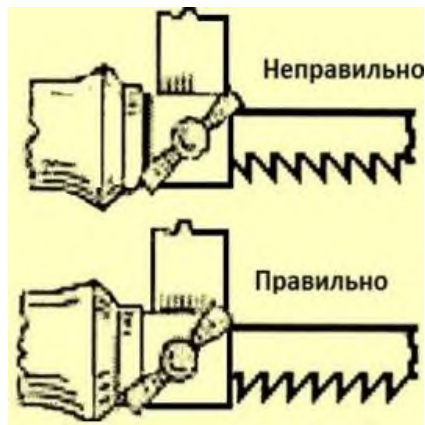

Рисунок 49 - Установка пилки в ручной лобзик
1. Пилку устанавливают в лобзик так, чтобы зубчики были наклонены от верхнего зажима рамы к нижнему (рисунок 49).